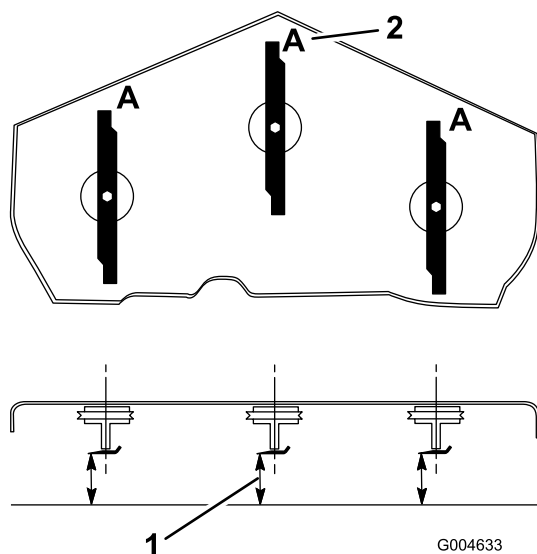

Figura 94
3. Girate le lame fino a disporle in parallelo con la lunghezza della macchina (Figura 94).
Nota: Misurate da un piano orizzontale fino al tagliente delle lame, posizione A, (Figura 94). Prendete nota di questa misura.